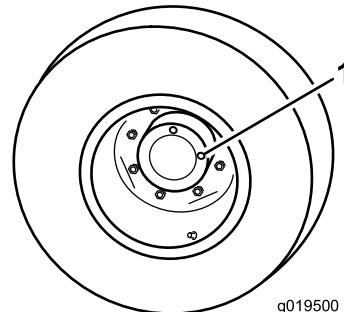

図 80
- 平らな場所で、ひとつのチェックプラグが時計の12時の位置、もう一つが3時の位置になるように駐車し図 80、駐車ブレーキを掛け、刈り込みデッキを降下させ、エンジンを停止し、キーを抜き取る。
- 3時の位置にあるプラグを外す図 80。オイルが点検穴の下ふちまであれば適正である。